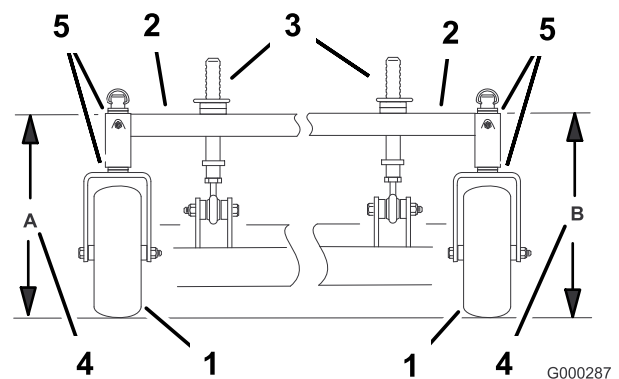

Figura 58
4. Misurate l'altezza del telaio portante al punto **A** (Figura 58).
5. Misurate l'altezza del telaio portante al punto **B** (Figura 58).